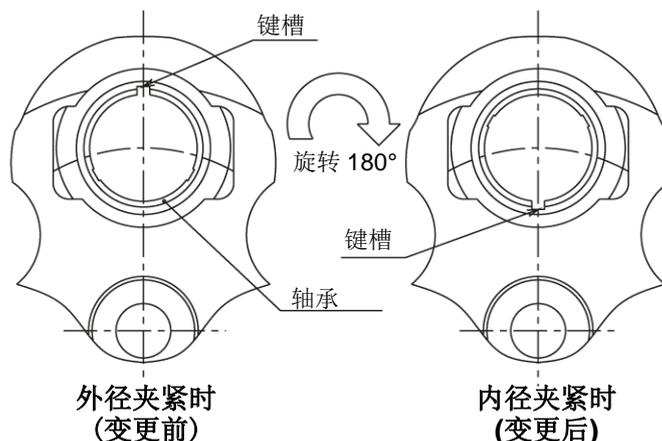

图 8
- ⑤ 拉拔球面衬套，使其与主爪一起从盘体表面略微浮起。
- ⑥ 使用球面衬套安装夹具（参见第 18 页），在保持主爪接触球面衬套的状态下进行拉拔。此时，请检查半圆键有无掉落。若球面衬套已从主爪上脱落并分离为两部分，则清除废旧的液态密封垫圈，擦去水分和污垢后，涂上 ThreeBond 公司制液态密封垫圈 1212，将其安装在球面衬套安装夹具上。
- ⑦ 将轴承以键槽为基准水平旋转 180 度。（参见图 8）